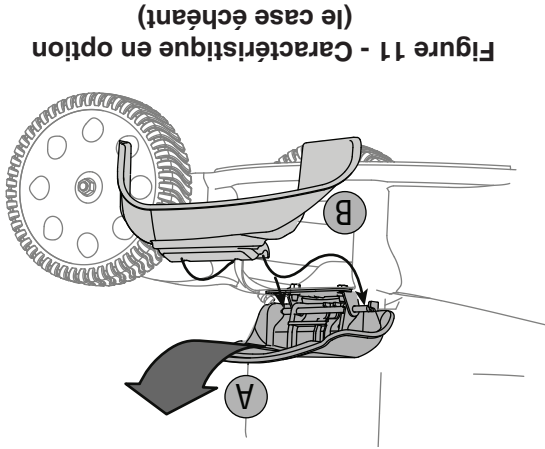

Figure 11 - Caractéristique en option (le case échéant)
a. Relevez le bouchon de déchiquetage à charnière qui se trouve sur le côté du plateau de coupe. Voir la Figure 11.